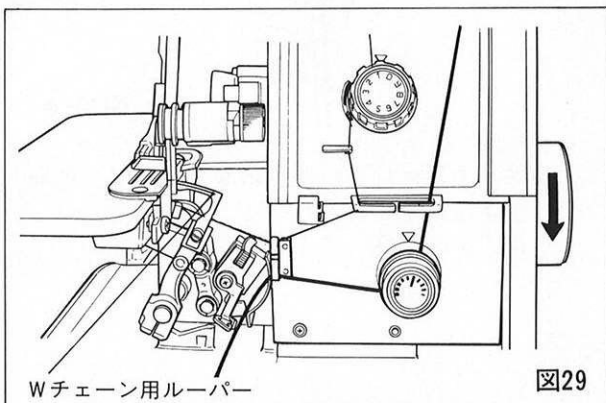

図29
- はずみ車を廻らし、Wチェーン用ルーパーを最右点の位置にする。(図29)